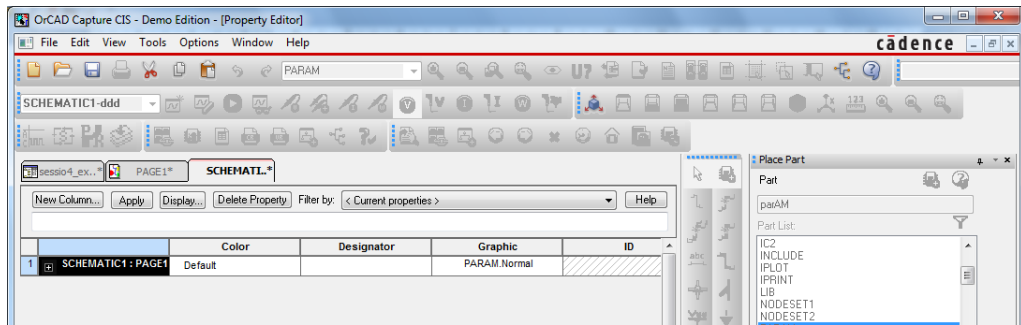

Figura 11
- Per crear els paràmetres primer heu de fer doble-click sobre **“PARAMETERS:”** i s’obrirà una finestra, veure Figura 11.